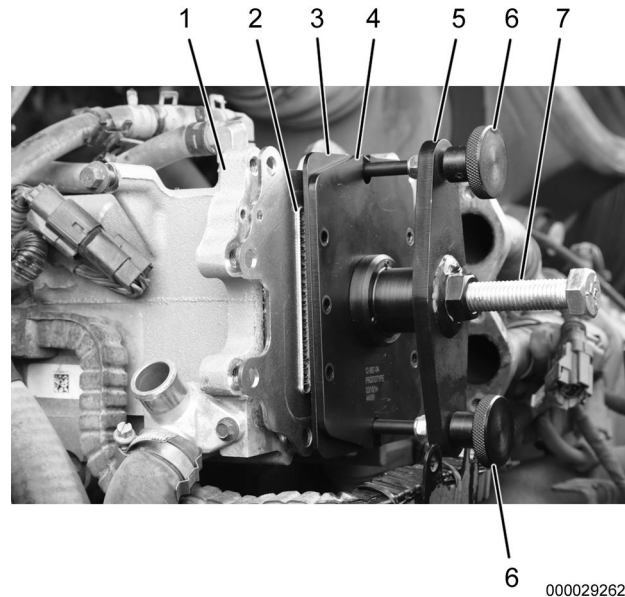

Figura 6. Instalación del núcleo del enfriador de EGR LT
10. Aplique compuesto antiagarrotamiento a las roscas de dos tornillos giratorios (Figura 6, elemento 6).
11. Instale la placa magnética (Figura 6, elemento 3) en el extractor del núcleo de EGR LT (Figura 6, elemento 5).
12. Coloque el extractor del núcleo de EGR LT (Figura 6, elemento 5) en el alojamiento del enfriador de EGR LT (Figura 6, elemento 1) con dos tornillos giratorios (Figura 6, elemento 6) apretando con la mano.
13. Apriete el tornillo de desmontaje del extractor del núcleo de EGR LT (Figura 6, elemento 7) hasta que la placa de desmontaje (Figura 6, elemento 4) esté a nivel con el núcleo del enfriador de EGR LT (Figura 6, elemento 2).